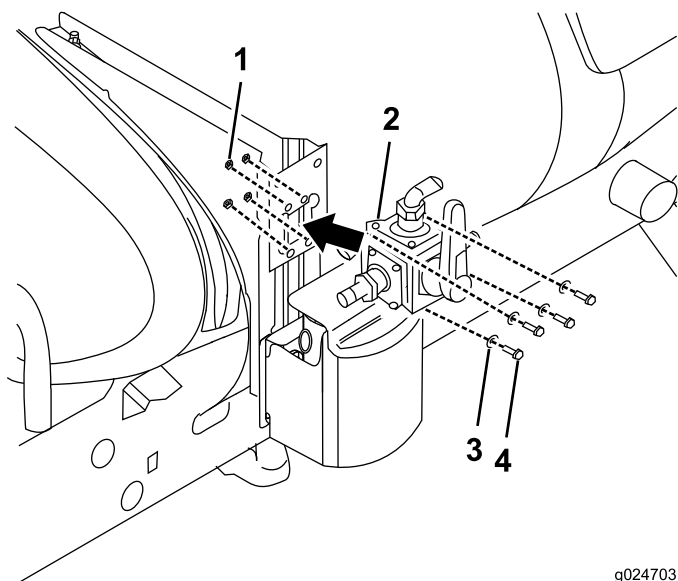

Figura 16
3. Instale a válvula de 4 vias no conjunto de montagem da válvula com 4 porcas de bloqueio (6 mm) (Figura 16).